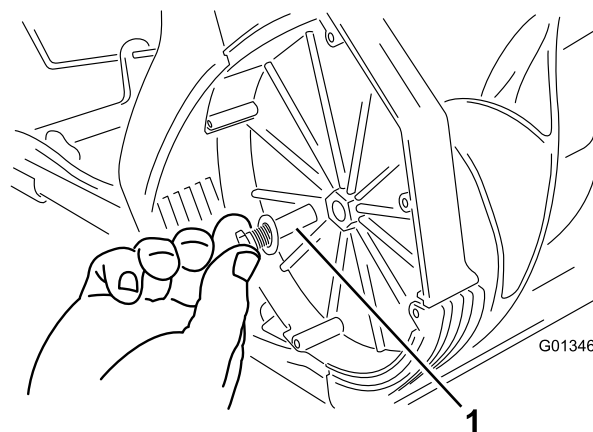

Figura 16
2. Togliete il perno del rotore (Figura 16).